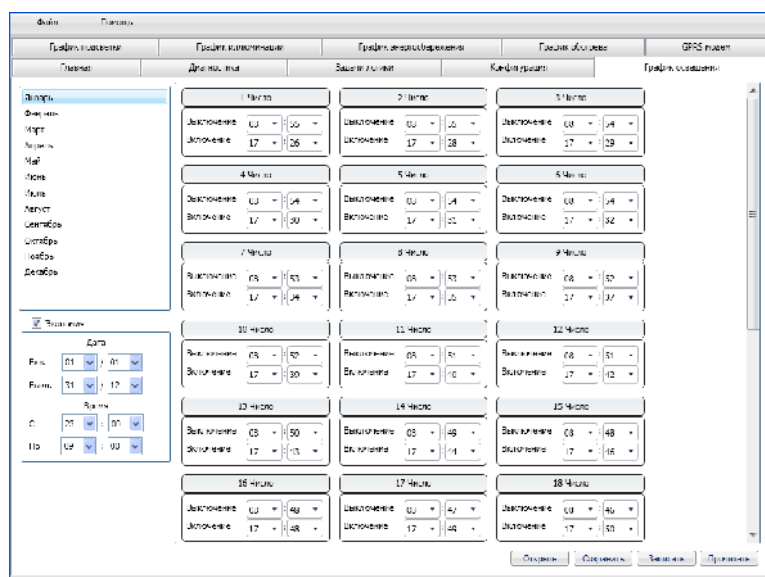

Рисунок 13
**2.3.5** В окнах «График освещения», «График подсветки», «График иллюминации» задаются время выключения/включения по дням и месяцам года (рисунок 13). В левой верхней части окна перечислены месяцы года. Кликая по ним, справа отображается график для каждого числа этого месяца.
Также имеется возможность, к основному графику добавить график «Экономия». Он задается на определенный период года. Чтобы добавить график «Экономия», необходимо поставить флаг в графе «Экономия». В появившейся области редактирования следует установить период, в котором будет применена экономия: выбрать дату включения режима экономии и дату выключения (число/месяц). Тоже сделать со временем: время включения/выключения режима экономии – это фактическое время отключения канала. В указанный диапазон дат экономия будет осуществляться на выбранном промежутке времени (рисунок 13).